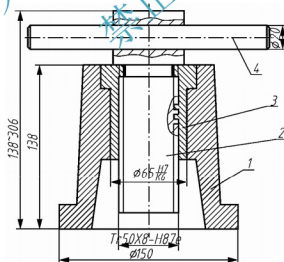

图 9-26 标注尺寸及零件序号
(1) 标注尺寸：设置“尺寸线”层为当前层，进行尺寸标注。特别是配合尺寸 $\phi 65_{-0.025}^{+0.021}$ ，需要使【文字格式】管理器中的【叠加】功能，结果如图 9-26 所示。
(2) 标注零件序号：设置“尺寸线”层为当前层、设置多重引线样式中的“零件序号”为当前样式，使用【多重引线】命令标注零件序号，如图 9-26 所示，此时零件序号位置是随意安置的。
(3) 使用【多重引线对齐】命令排列序号。